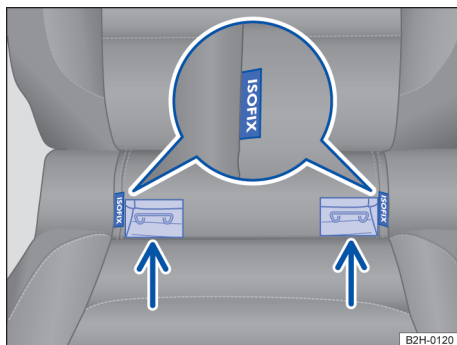

Fig. 43 No banco do veículo: identificação dos pontos de ancoragem inferiores para cadeiras de criança.
Dois olhais de retenção para cada cadeira, os chamados pontos de ancoragem, encontram-se entre o encosto e o banco nos assentos laterais do banco traseiro → Fig. 43.
- Colocar a cadeira de criança nos olhais de retenção no sentido das setas → Fig. 43. As aberturas de introdução encontram-se perpendicularmente ao lado da inscrição ISOFIX. A cadeira de criança deve engatar de modo seguro e audível (clique).
- Posicionar a cadeira de criança sobre a superfície do banco e prender os ganchos dos cintos de fixação nos olhais de fixação → Fig. 43, desde que os cintos de fixação tenham sido fornecidos juntamente com a cadeira de criança.